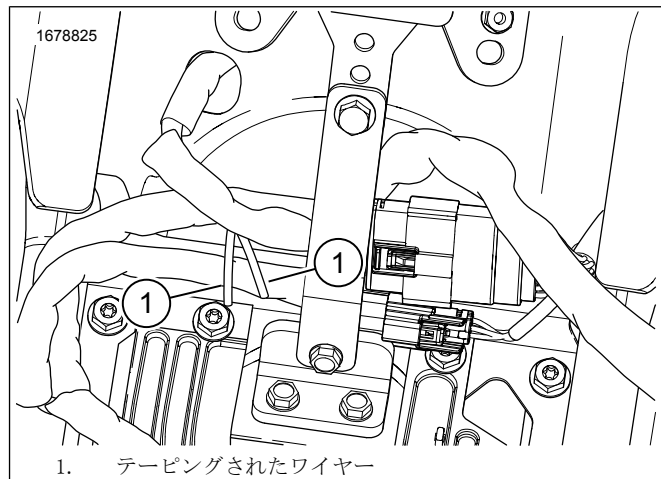

図4。バッテリーボックスワイヤー
1. 図4 バッテリーボックスエリア内で、テープ留めされた白/ピンク・白/茶のワイヤーの位置を確認します。ワイヤーからテープをはがします。